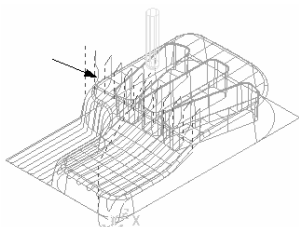

图 2-41 曲面法向圆弧切入
- **【曲面法向圆弧】**: 在刀具路径相切方向线和零件法向线组成的平面上, 刀具以切向圆弧切入, 如图 2-41 所示。